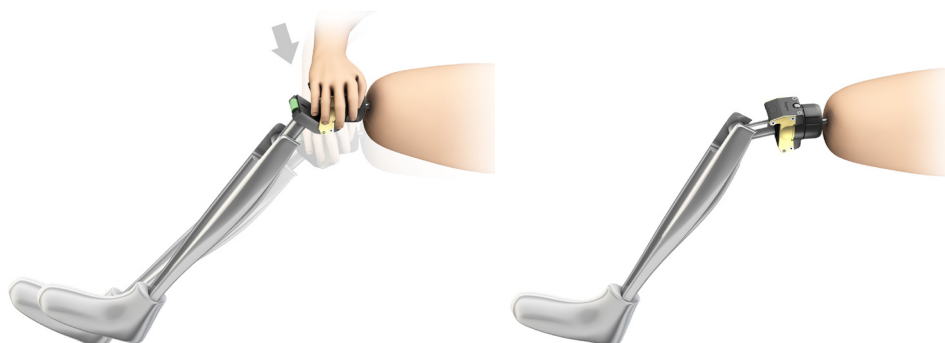

Abbildung 6. Zurücksetzen des Axor™ II nach dem Lösen in Biegung/Flexion.
3. Drücken Sie den Axor™ II gemäß Abbildung 6 nach unten, bis er wieder in der richtigen Position einrastet. Es kann mittlere bis hohe Kraft dafür erforderlich sein.